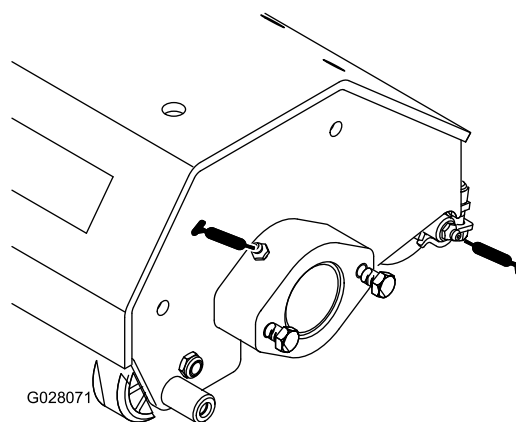

図 11
2. スパイカシャフトの各ベアリングと後ローラの各ベアリング 図 11 に、手に圧力が感じられるまでグリスを注入する。